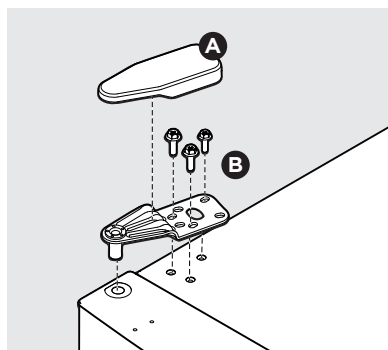

Figure 11
28. Fixez la charnière du haut (B) du côté gauche du congélateur à l'aide d'une clé de 5/16 po. Remettez en place le couvercle de la charnière du haut (A) (figure 11).